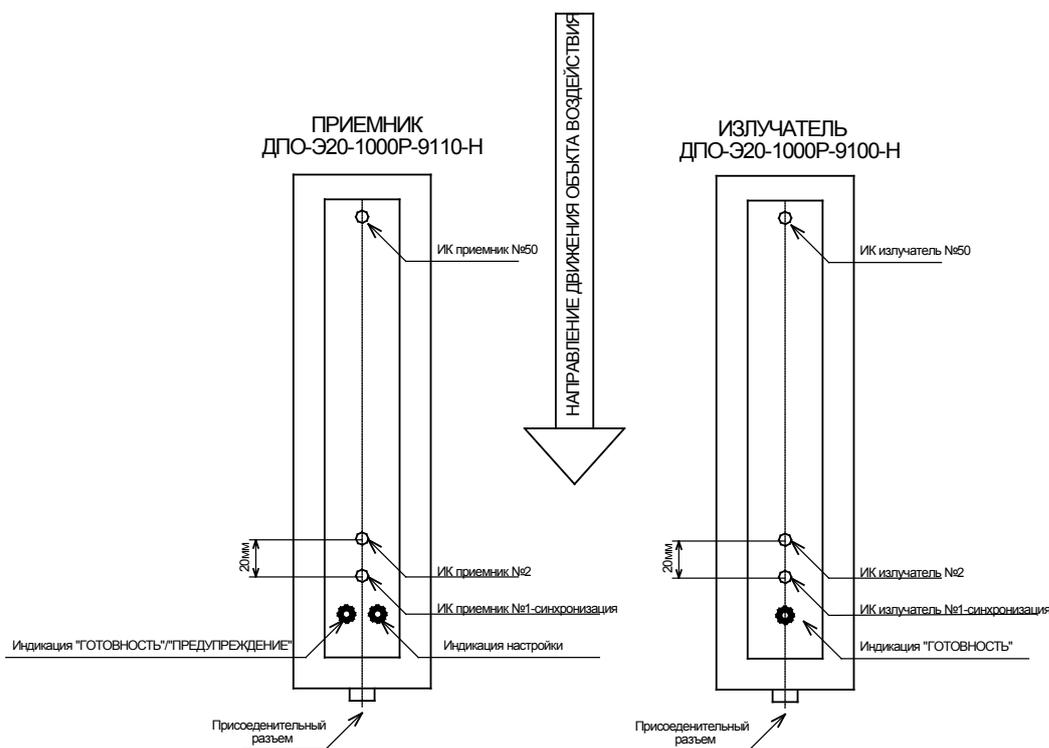
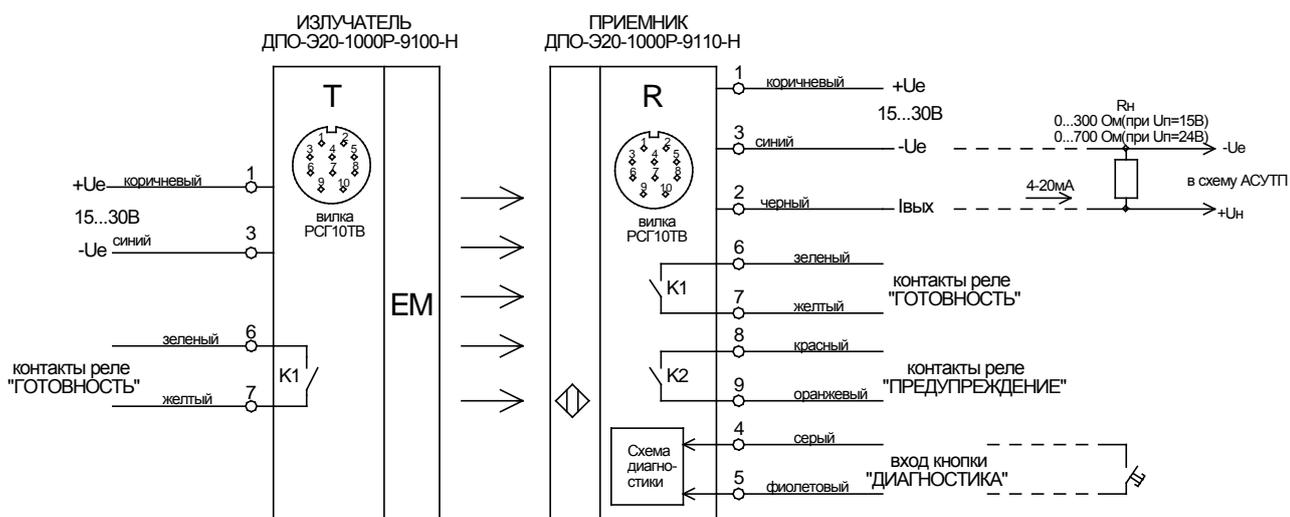

Рис.1 Расположение индикации и направление движения объекта воздействия
Рис.2 Схемы подключения излучателя и приемника
3.1 Многолучевая оптическая линейка ДПО-Э20 (далее – изделие) состоит из излучателя, работающего в инфракрасном диапазоне и приемника, принимающего инфракрасное излучение. Изделие предназначено для формирования унифицированного токового сигнала 4 – 20мА в зависимости от количества перекрытых лучей. Особенностью данного изделия является то, что синхронизация излучателя и приемника осуществляется по одному из оптических каналов (лучей), поэтому объект воздействия не должен перекрывать луч синхронизации. На рис.1 показано расположение индикации и положение луча синхронизации.
3.2 Кроме токового выхода, ДПО-Э20 имеет служебные выходные релейные контакты и вход для запуска диагностики (см. рис.2), а именно:
- контакты реле К2 «предупреждение» которые изначально замкнуты и размыкаются только при отсутствии более пяти лучей или синхронизации (см. рис.1) в режиме диагностики, при этом индикация готовности изменяет цвет с зеленого на оранжевый. Режим диагностики активируется нажатием кнопки «диагностика» (см. рис.2). Особенностью работы режима диагностики является следующее – при замыкании контактов кнопки «диагностика» более чем на 100мс (защита от дребезга) включается режим проверки количества отсутствующих лучей и если отсутствует более пяти лучей или отсутствует синхронизация, то выходные контакты реле «предупреждения» размыкаются и замкнутся, только если количество отсутствующих лучей станет меньше пяти (гистерезис 1 луч) или восстановится синхронизация. Также контакты реле «предупреждения» К2 размыкаются в режиме «диагностика», если неисправен излучатель или не подключено напряжение питания излучателя. Таким образом, режим «диагностика» не позволяет локализовать неисправность в приемнике или излучателе, а лишь указывает, что не работает более пяти оптических каналов.
б) сориентировать излучатель и приемник относительно друг друга до изменения цвета индикации настройки (см. рис.1) на приемнике с красного на зеленый;
5.3 Питающее напряжение и нагрузки следует подключать в соответствии с рис.2. Рекомендуется использовать стабилизированный источник питания постоянного напряжения на 15 В или на 24 В с выходным током не менее 300 мА, а также экранированные соединительные кабели для излучателя и приемника.